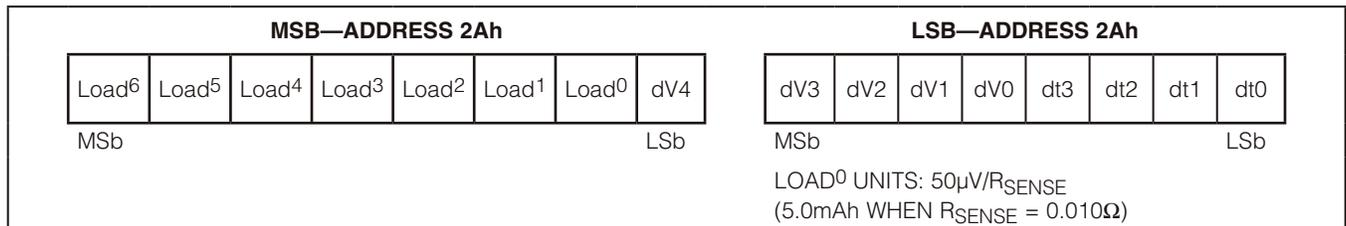
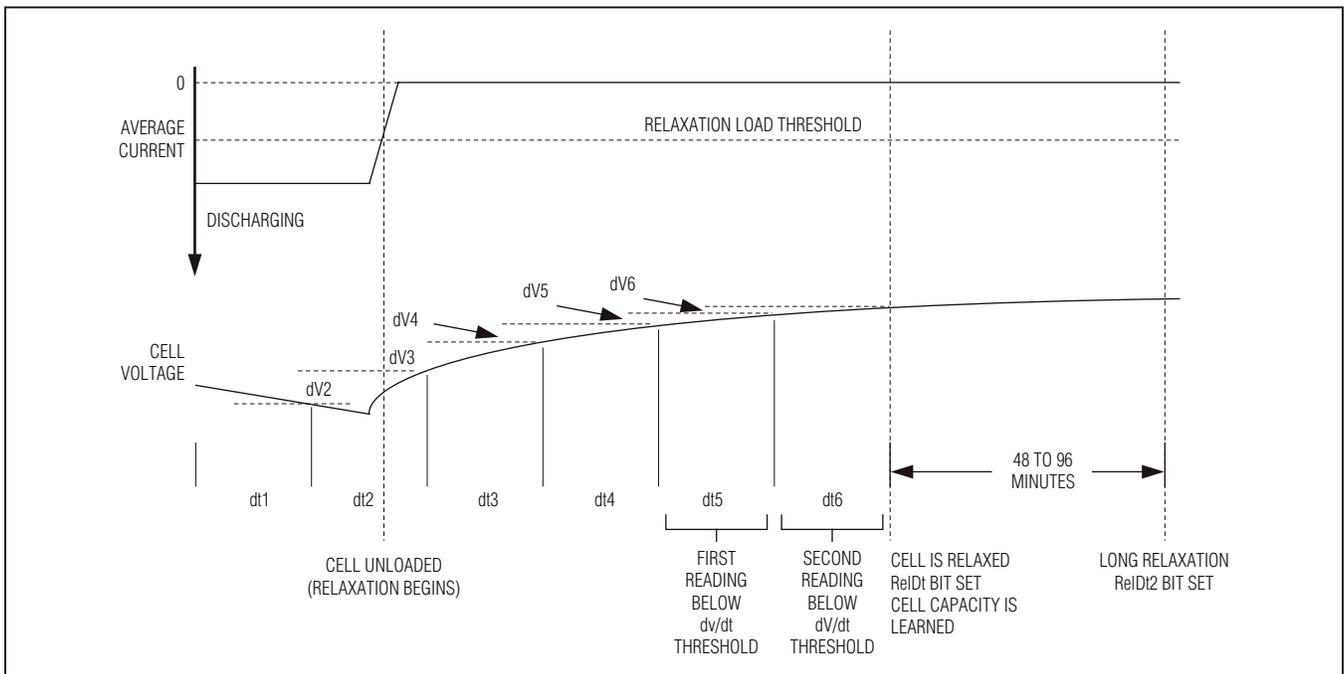

図31. RelaxCFGレジスタの形式(入力)
図32. セルの緩和の検出
RelaxCFGレジスタは、セルが緩和状態かどうかをデバイスがどのように判断するかを定義します。図32を参照してください。セルが緩和状態であると判断されるためには、セルに流れる電流が最小限に維持されるとともに、時間とともにセル電圧の変化(dV/dt)がほとんどまたはまったく見られないことが必要です。AverageCurrentがLoadのスレッシュホールド以下のままであり、連続した2回のdtの期間におけるVCELLの変化がdVのスレッシュホールド以下の場合、セルは緩和していると判断されます。図31はRelaxCFGレジスタの形式を示します。
**ReIDt**—緩和セル検出。セルが完全な緩和状態であることをModelGauge m3アルゴリズムが検出するたびに、このビットに1がセットされます。このビットは、Loadのスレッシュホールドを超える電流が検出されたときに0にクリアされます。図32を参照してください。
**ReIDt2**—長期緩和。セルが48~96分以上の期間にわたって緩和していることをModelGauge m3アルゴリズムが検出するたびに、このビットに1がセットされます。このビットは、セルが緩和状態でなくなったときに0にクリアされます。図32を参照してください。